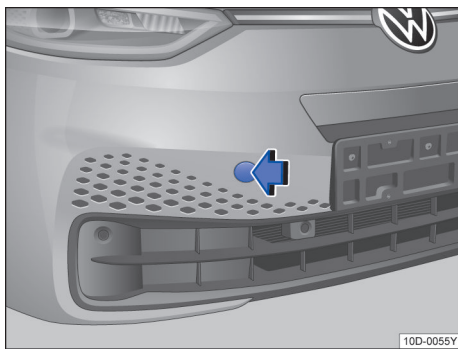

图 132 拆卸盖板
- 按压盖板的左侧区域 → 图 132（箭头），松开盖板的卡扣。